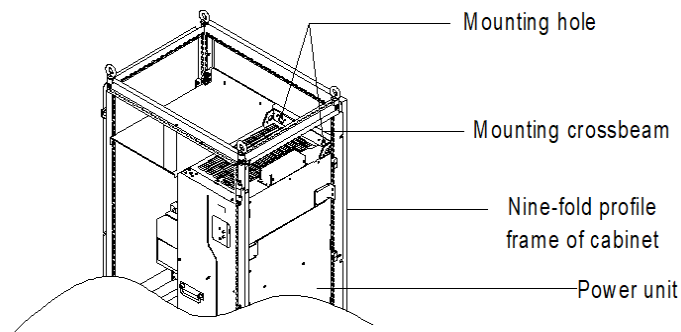

Рис. 4-10 3D вид шкафа для моделей GD270 280–500 кВт 46
- ✧ Для монтажа в шкафу см. схему расположения шкафа на рис. 4-10. Размеры рамы шкафа составляют 2200*800*600 (единица измерения: мм, включая верхнюю крышку вентиляции шкафа H200). Чтобы закрепить крепление в шкафу, необходимо установить основание шкафа H100.44 Воздушная перегородка должна быть установлена в верхней части шкафа, чтобы предотвратить циркуляцию горячего воздуха на выходе ПЧ GD270 внутри шкафа. Уплотнительная губка 40X40 должна использоваться в положении, соответствующем воздушной перегородке на панели передней дверцы, что предотвращает короткое замыкание воздуховода. Кроме того, в нижней части дверцы шкафа должны быть выполнены отверстия для впуска воздуха.
- (2) Когда вам нужно смонтировать GD270 280–500 кВт в шкаф с девятикратным профилем глубиной 600 мм необходимо согнуть монтажную перекладину внутрь (показано на рис. 4-10), чтобы использовать пространство стойки, которое не является необходимым для установки в стандартный шкаф или шкаф глубиной 800 мм. 46